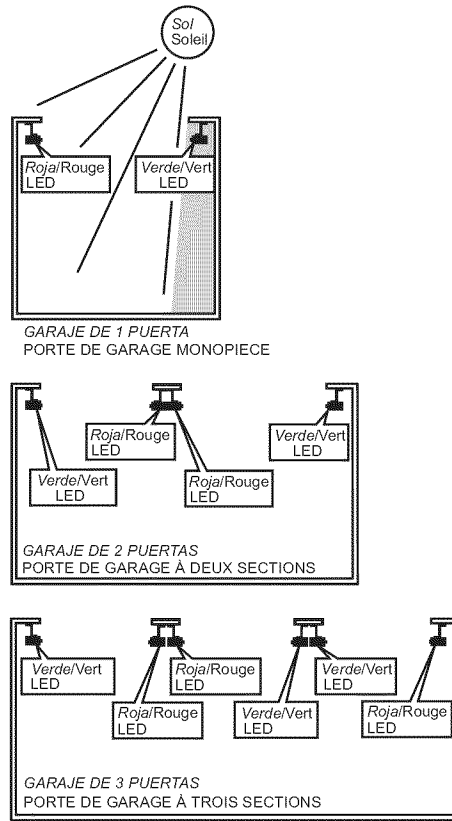

FIG. 4-4 Lugares del detector y fuente del Safe-T-Beam®.
- Determine cuál lado del garaje recibe más luz solar directa (**Fig. 4-4**).
- El LED rojo siempre debe estar en el lado asoleado, siempre que sea posible (**Fig. 4-4**).
- Ponga los módulos de la fuente y detector en las puertas adyacentes mirando en direcciones opuestas (**Fig. 4-4**).
- Déterminer quel côté du garage reçoit le plus de lumière directe (**Fig. 4-4**).
- Dans la mesure du possible, installer la DEL rouge du côté ensoleillé (**Fig. 4-4**).
- Installer les modules de la source et du détecteur sur les portes adjacentes en les dirigeant à l'opposé (**Fig. 4-4**).